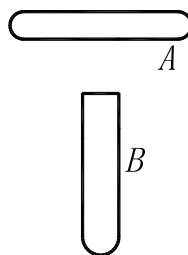

图 7-22 修剪
(4) 将矩形 B 上部圆弧线和直线进行修剪, 得到如图 7-22 所示的形状。